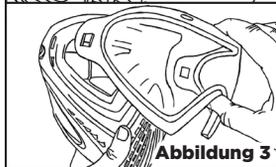

Abbildung 3
- 4 Nehmen Sie das Maskenglas von vorne heraus, indem Sie es am oberen mittleren Rand und unten am Nasenbügel greifen. Ziehen Sie das Maskenglas aus der Maske heraus. [Siehe Abbildung 3]